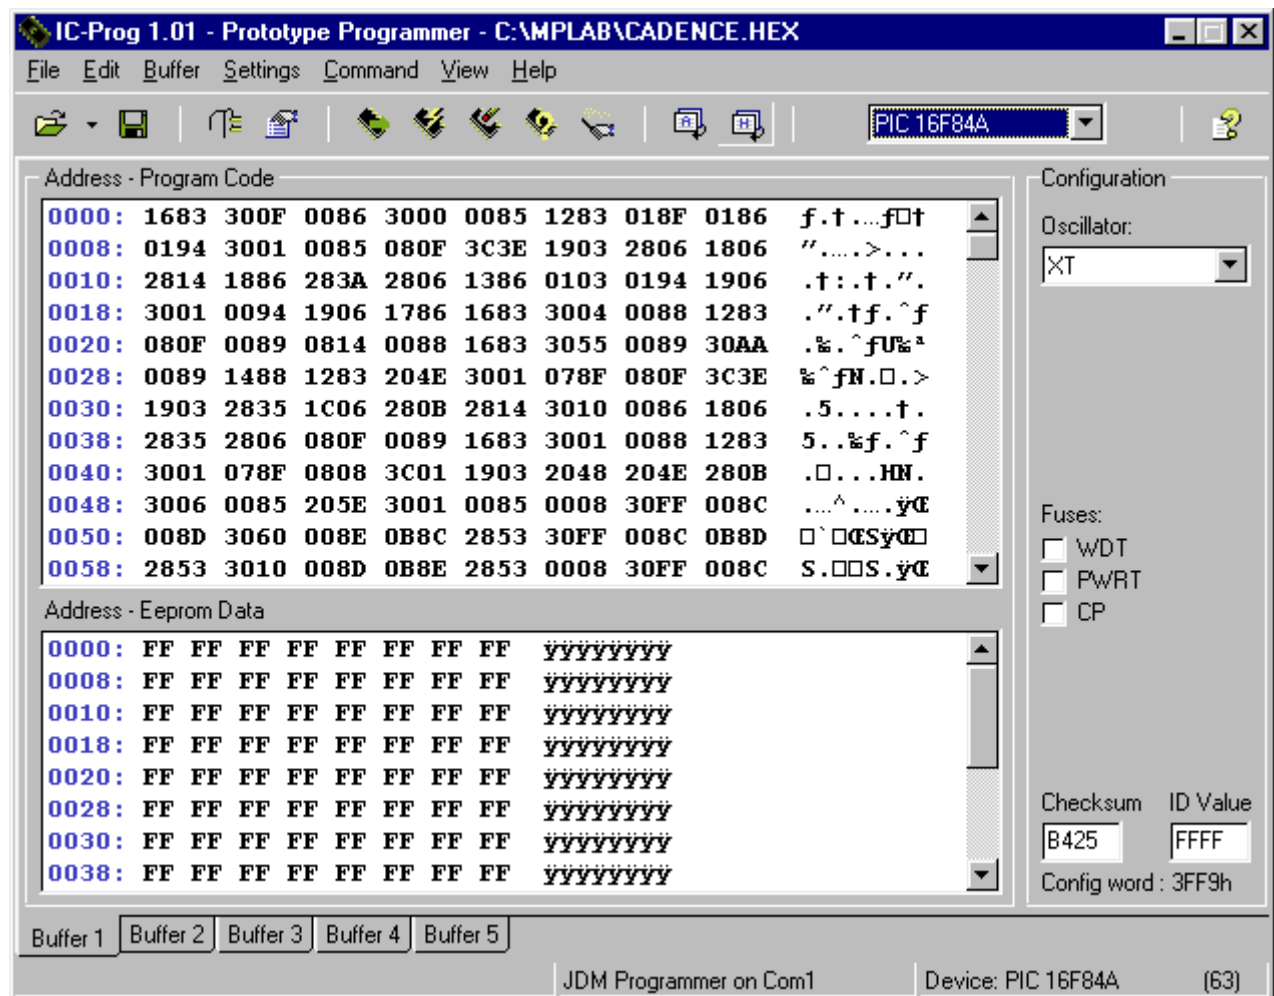

Figure 6
- Une fois le composant sélectionné il ne vous reste plus qu' à ouvrir votre fichier et à le transférer. Cliquez dans le menu "File" puis sélectionner un fichier compilé (*.hex) avec "OPen File" (Figure 6)